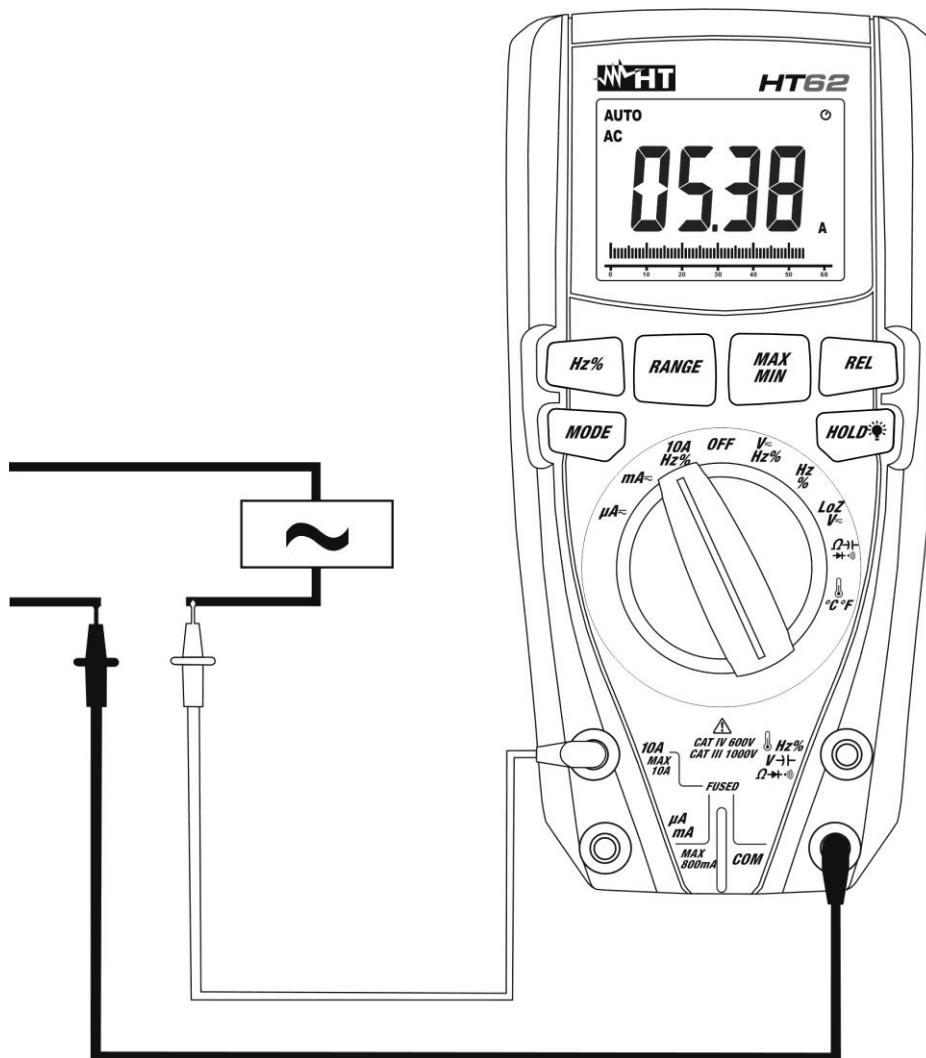

Fig. 11: Uso do instrumento para a Medição de Correntes CA
5. Ligar a ponteira vermelha e a ponteira preta em série com o circuito do qual se pretende medir a corrente respeitando a polaridade e o sentido da corrente (ver Fig. 11)